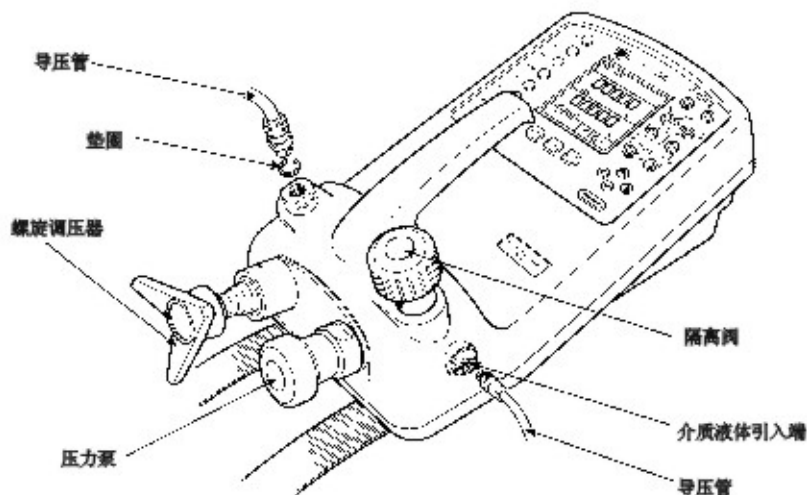

图 A1 液压型连接示意图
液压型的 DPI 610/615 校验仪提供手动产生液压：压力源。压力源由螺旋调压器、压力泵和隔离阀组成。如下图所示，导压管也在图 A1 中标示出来。
- 如图 A1 所示，将导压管连接到校验仪的端口上